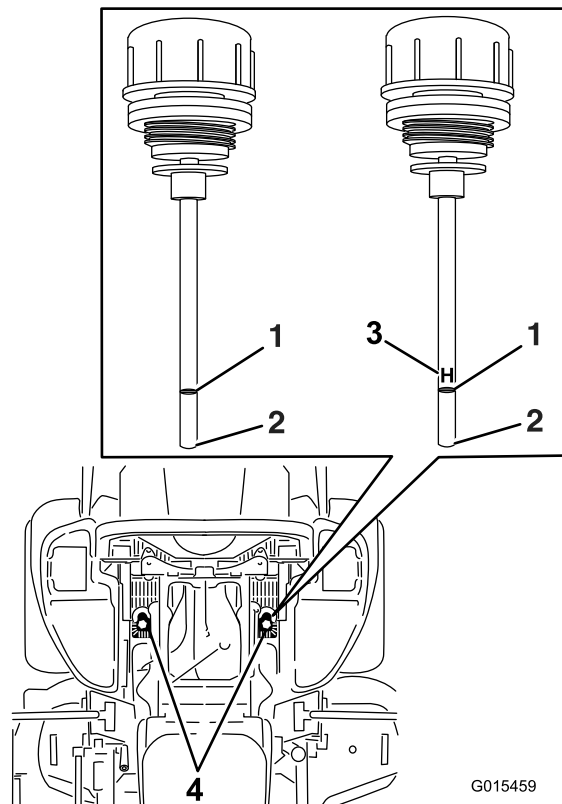

Figure 84
6. Nettoyez la surface autour des jauges des réservoirs du système hydraulique (Figure 84).
7. Sortez une jauge du réservoir hydraulique (Figure 84).
9. Ressortez la jauge et examinez l'extrémité (Figure 84).
**Remarque:** Si le niveau de liquide est au repère minimum, versez lentement la quantité de liquide qui convient dans le réservoir hydraulique pour faire monter le niveau jusqu'au repère maximum (H).